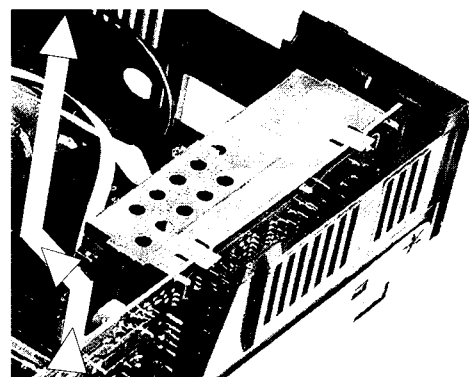

Fig. 2
(GB) Lift-up the shield cover about 3mm, disengage it and pull it out (see Fig. 2).
(D) Die Abdeckung an der Oberseite 3 mm anheben und nach innen abziehen, siehe Fig. 2. Die Montage erfolgt in umgekehrter Reihenfolge.
(NL) Til het afschermingsdeksel aan de bovenzijde 3 mm op, draai deze naar binnen, zie fig. 2. Nu kan de afscherming verwijderd worden. Opm: De montage van de afscherming geschiedt in omgekeerde volgorde.
(F) Soulevez le blindage de 3mm vers le haut, dégagez-le vers la gauche et retirez-le (voir Fig. 2). Pour remettre en place le blindage, procédez dans l'ordre inverse.
(I) Sollevare il coperchio dalla parte superiore di circa 3 mm e ruotarlo per toglierlo, vedere fig. 2. Ora la schermatura può essere tolta. Nota: Per rimontare la schermatura, procedere in ordine inverso.
(E) Levantar la tapa de pantalla 3 mm, girarla y tirar de ella hacia arriba, ver Fig. 2. Ahora el apantallamiento puede ser retirado. Nota: Para montar el apantallamiento proceder en el orden inverso.